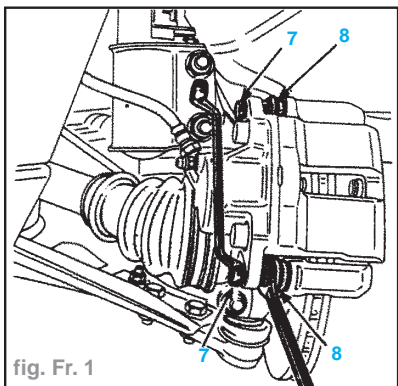

fig. Fr. 1
- Retirer les vis des guides (7) à l'aide de deux clés (fig. Fr. 1).